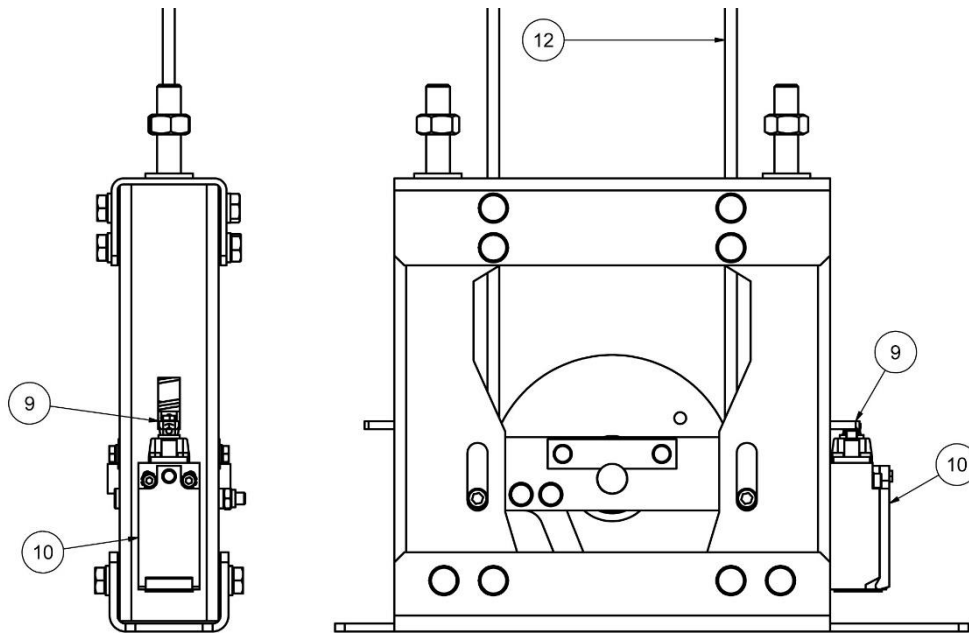

Figure 21: Relâchement du câble
En cas de relâchement ou rupture du câble, le contact (9) sera activé par la pièce Actionneur contact de relâchement (9) (voir Figure 21) en assurant l'arrêt de la machine de traction.